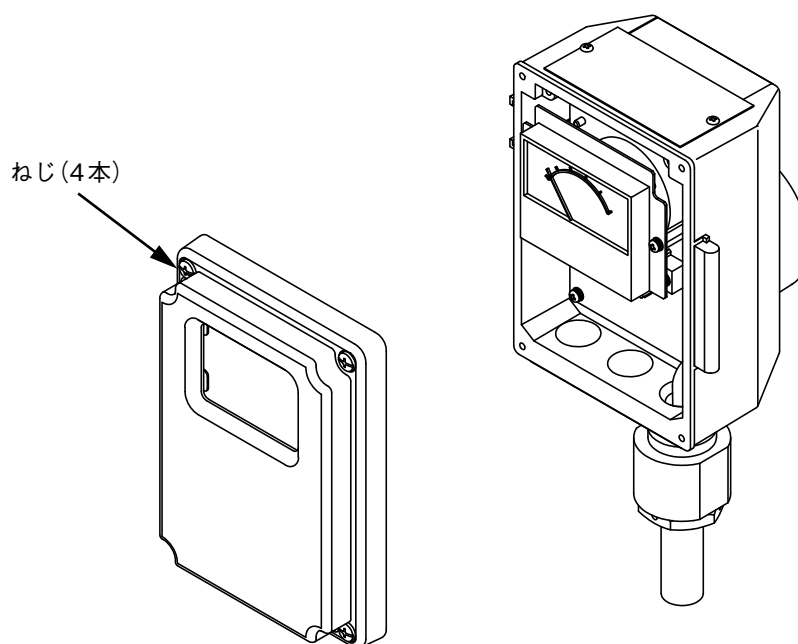

図9-9. カバーの取り外し
- ① 中継箱カバーの4本のねじを緩め、カバーを取り外します。(➡図9-9)
- ② 板金付き指示計を固定しているねじを外します。このとき、ねじを落とさないように押さえながら外します。